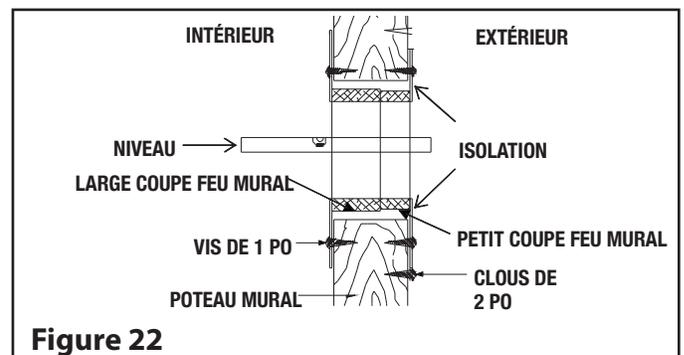

Figure 22
Étape 4 : Couper l'isolant à une longueur appropriée pour s'ajuster à l'épaisseur du mur. Glissez par l'intérieur le grand coupe-feu radiant rond sur la tôle enroulée sur l'isolant. A l'aide d'un niveau, assurez-vous que les ouvertures du coupe-feu par laquelle la cheminée doit passer sont horizontale. Fixez le coupe feu en place avec les vis fournies (voir Figure 22). Pour un mur nécessitant une extension de plus de 12 po, il est possible d'ajouter une tôle d'acier de calibre 26 min. roulée à la main pour couvrir le jeu.
REMARQUE : La cavité entourant le coupe-feu radiant murale doit être remplie avec une isolation résidentiel. (voir Figure 22).